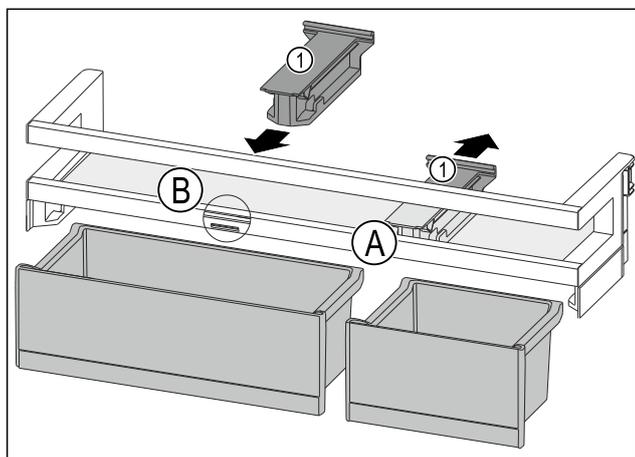

Fig. 87
- ▶ Retire la pieza de retención Fig. 87 (1) hacia atrás hacia la posición Fig. 87 (A).
- ▶ Inserte la pieza de retención Fig. 87 (1) en la posición Fig. 87 (B).